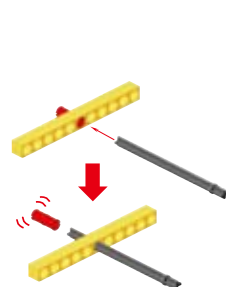

Fig. 1-3
2. Utilise le connecteur de l'arbre pour extraire le grand pont moteur de la barre (fig. 1-3).